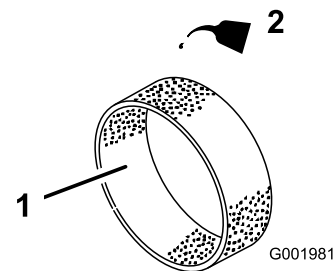

図 47
- 乾いたら新しいエンジン・オイルを30~60cc含ませる(図 47)。